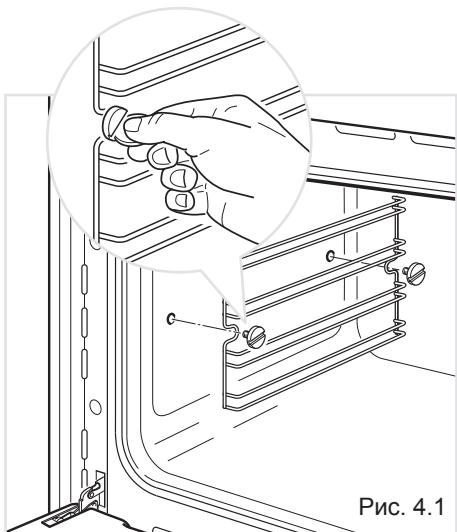

Рис. 4.1
- Установите проволочные решетки-держатели на стенках духового шкафа с помощью 2 винтов (Рис. 4.1).
- держатели к стенке духовки (Рис. 4.1).